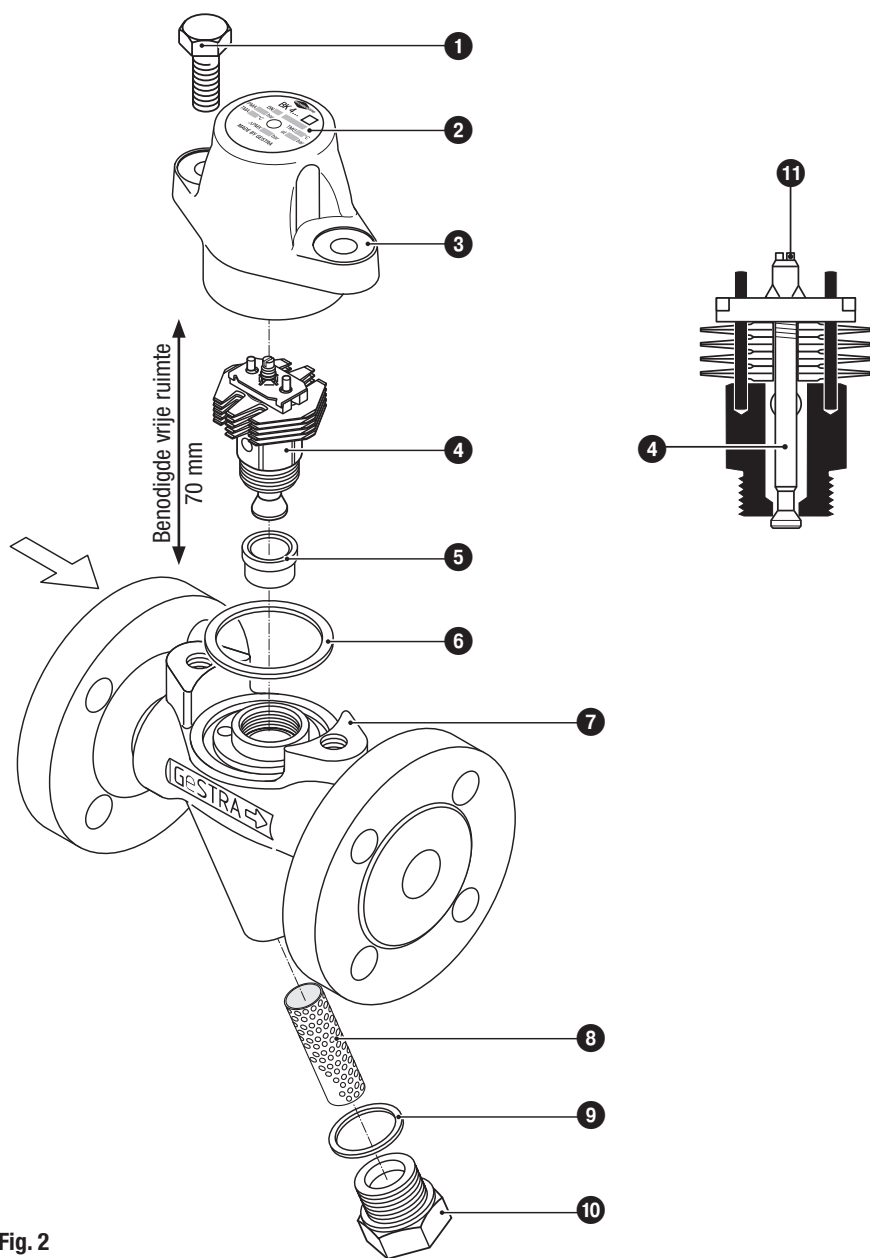
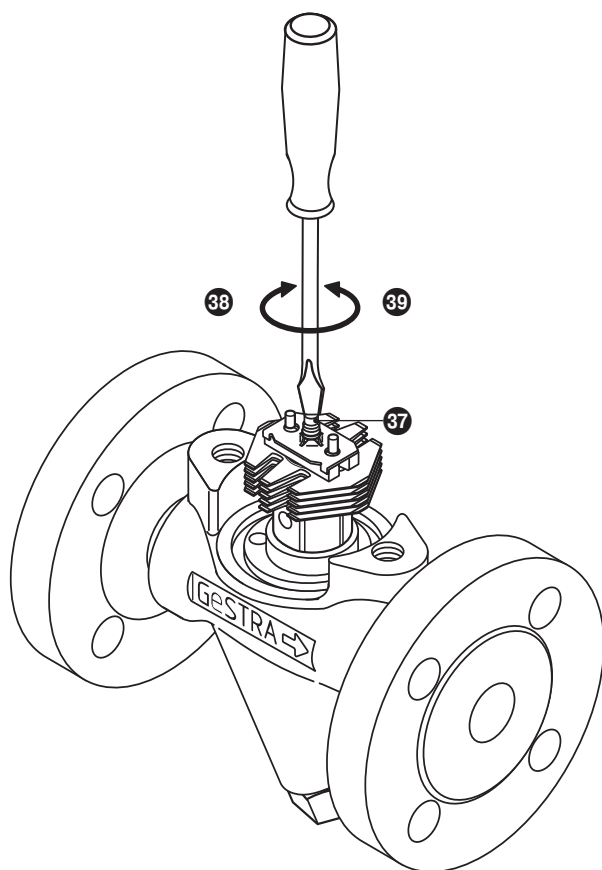

Fig. 2
Fig. 3
De condensaatafvoerregelaar opent in het toepassingsgebied bij de af fabriek ingestelde openingstemperatuur. De af fabriek ingestelde openingstemperatuur kan met maximaal 40 °C worden verhoogd of met 10°C worden verlaagd. Fig. 3
1. Bouten behuizing ① losmaken en uitdraaien, kap ③ van behuizing ⑦ afnemen. Fig. 2
2. Regelaar ④ tot omgevingstemperatuur laten afkoelen.
3. Ter verhoging van de afvoertemperatuur de stelschroef ⑪ op de regelaar maximaal een slag naar links draaien. Een $\frac{1}{8}$ slag komt overeen met 5 K. Fig. 3
4. Ter vermindering van de afvoertemperatuur de stelschroef ⑪ op de regelaar maximaal $\frac{2}{8}$ slag naar rechts draaien. Een $\frac{1}{8}$ slag komt overeen met 5 K.
5. Afdichtingring ⑥ moet worden vervangen, wanneer beschadiging wordt geconstateerd. Dezelfde kap ③ gebruiken. Wanneer een andere of nieuwe kap ③ wordt gebruikt, is een nieuwe afdichtingring ⑥ nodig (zie tabel **Reserveonderdelenlijst**).
6. Kap op de behuizing plaatsen. Bouten behuizing ① afwisselend en gelijkmatig in meerdere stappen met het in de tabel **aandraaimomenten** opgegeven aandraaimoment vastdraaien.
1. Bouten behuizing ❶ losmaken en uitdraaien, kap ❸ van de behuizing ❷ afnemen Fig. 2
2. Regelaar ❹ tot omgevingstemperatuur laten afkoelen.
3. De stelschroef ❾ op de regelaar tot aan de aanslag naar rechts draaien. Daarna de stelschroef $\frac{7}{8}$ slag naar links draaien. De fabrieksinstelling is nu hersteld. Fig. 3
4. Afdichtingring ❻ **moet** worden vervangen, wanneer beschadiging wordt geconstateerd. Dezelfde kap ❸ gebruiken. Wanneer een andere of nieuwe kap ❸ wordt gebruikt, is een nieuwe afdichtingring ❻ nodig (zie tabel **Reserveonderdelenlijst**).
5. Kap op de behuizing plaatsen. Bouten behuizing ❶ afwisselend en gelijkmatig in meerdere stappen met het in de tabel **aandraaimomenten** opgegeven aandraaimoment vastdraaien.
- 2 Bimetaal-regelaar ❹ 40 uitschroeven en reinigen.
3. Bimetaal-regelaar ❹ bij zichtbare slijtage of beschadiging door een nieuwe bimetaal-regelaar vervangen (zie tabel **Reserveonderdelenlijst**).
7. Afdichtingring ❻ **moet** worden vervangen, wanneer beschadiging wordt geconstateerd. Dezelfde kap ❸ gebruiken. Wanneer een andere of nieuwe kap ❸ wordt gebruikt, is een nieuwe afdichtingring ❻ nodig (zie tabel **Reserveonderdelenlijst**).
8. Kap op de behuizing plaatsen. Bouten behuizing ❶ afwisselend en gelijkmatig in meerdere stappen met het in de tabel **aandraaimomenten** opgegeven aandraaimoment vastdraaien.
- 1 Afsluitschroef ⑩ losmaken en met filter ⑧ uitschroeven. Fig. 2
4. Afdichtingring ⑨ door nieuwe afdichtingring vervangen, wanneer beschadigingen worden geconstateerd (zie tabel **Reserveonderdelenlijst**).
6. Afsluitplug ⑩ met afdichtingring ⑨ en filter ⑧ monteren. Afsluitplug met het in de tabel **aandraaimomenten** opgegeven aandraaimoment vastdraaien.